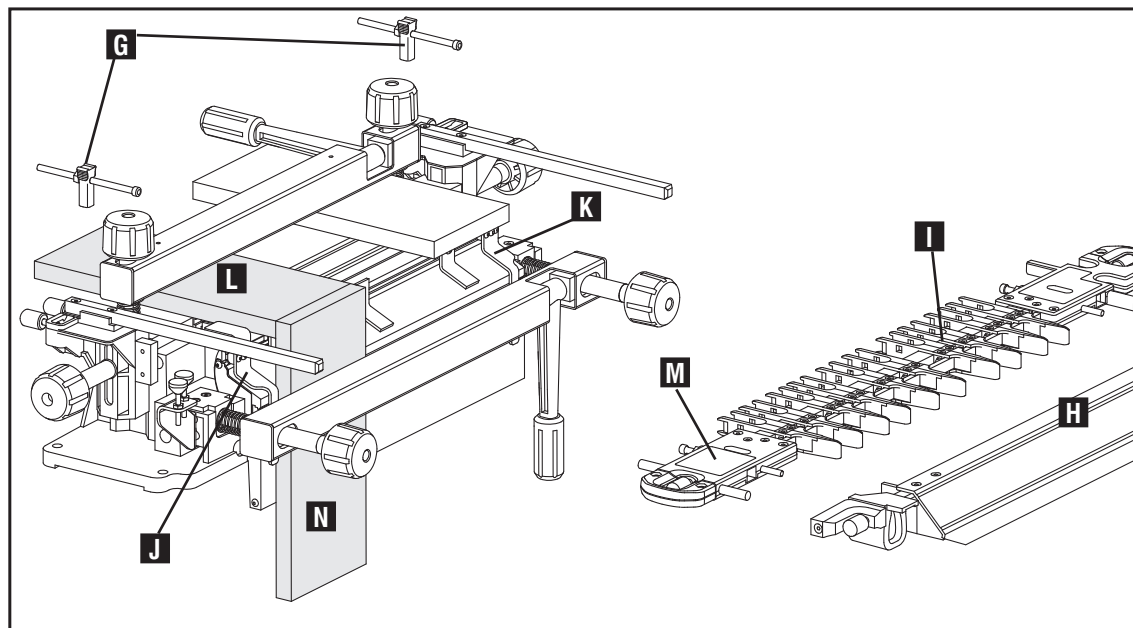

Fig. E4
1. Inserte los topes correctos (E) Fig. E4, según la Guía de instalación para cola de milano.
2. Retire la barra del estabilizador (H) y la plantilla (I).
3. La guía de borde negra (J) debe encontrarse a la izquierda (K) y la guía de borde plateada a la derecha.
4. Monte la tabla con espiga (L) (frente de la gaveta) en la posición horizontal con la "superficie externa" mirando hacia abajo.